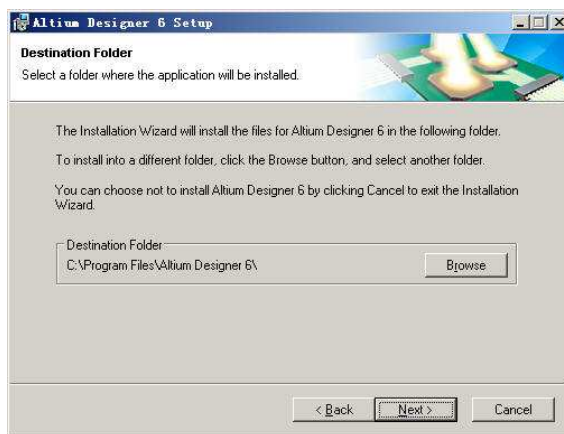

图 1.4 “Destination Folder” 视图
(4) 在“User Information”视图中的“Full Name”编辑框内输入用户名称，在“Organization”编辑框内输入单位名称，在使用权限选项中选择使用权限的范围：“Anyone who uses this computer”单选项，表示这台计算机上的所有用户都能使用 Altium Designer 6，“Only for me”单选项则表示只有在当前安装 Altium Designer 6 的用户帐号下才能使用 Altium Designer 6 软件。单击“Next”按钮，显示如图 1.4 所示的“Destination Folder”视图。